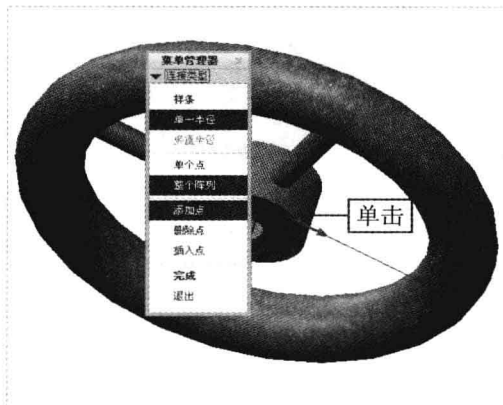

图 8-92 单击鼠标左键
Step 06 单击“接受值”按钮, 弹出“连接类型”菜单管理器, 依次在曲线的两个端点上单击鼠标左键, 如图 8-92 所示。